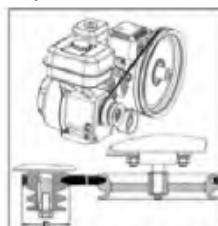
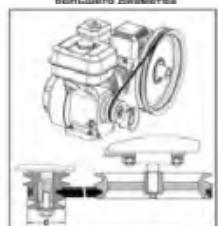

Рис. 31 Установка ремня в ручей шкива большого диаметра
Рис. 32 Установка ремня в ручей шкива меньшего диаметра
- 3.Установите ремень привода в ручьи шкива вала двигателя большего «D» или меньшего диаметра «d» и соответствующие им ручьи шкива вала коробки передач. На Рис. 31 показана установка ремня в ручей шкива большого диаметра «D». На Рис. 32 показана установка ремня в ручей шкива меньшего диаметра «d».